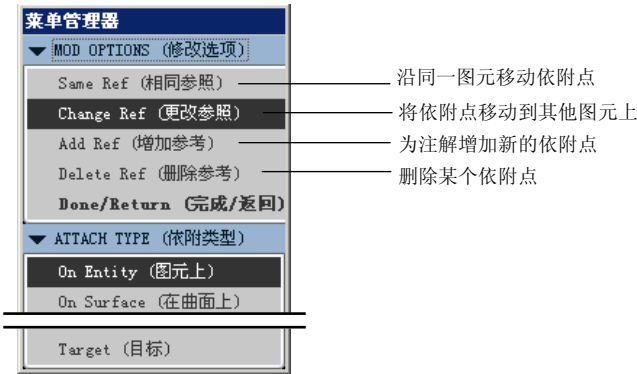

图 5.3.24 “修改选项”菜单
- (2) **复制(C)**命令也可以将注解粘贴到工程图中的其他位置上，但选择**复制(C)**命令后，原注解仍保留在工程图中。
- (3) **拭除**和**删除(D)**命令用来拭除和删除注解，其操作的效果可参照 5.3.3 节。
- (4) 在注解文本上右击，在弹出的快捷菜单中选择**编辑连接**后，系统弹出图 5.3.24 所示的**MOD OPTIONS (修改选项)**菜单。选择其中相应的命令可以修改注解的依附类型；在指引线上右击，在弹出的快捷菜单中选择**编辑连接**命令后，系统弹出**ATTACH TYPE (依附类型)**菜单，可以在图元上选取一点，以重新定义箭头依附的图元。